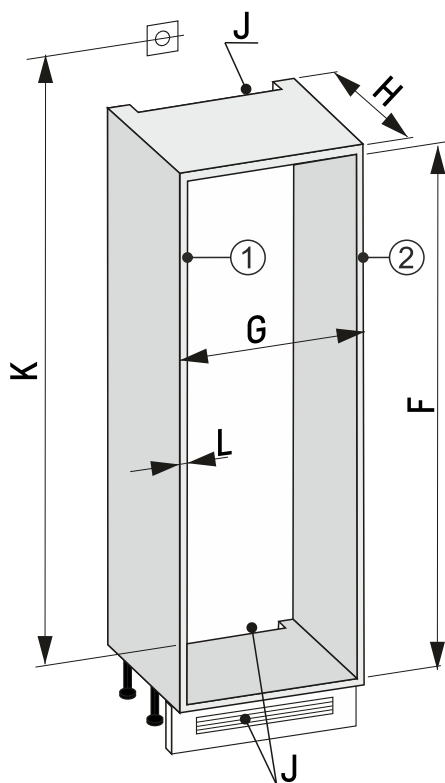

Fig. 86 Udubina od 30"
- Izmjerite debljinu stranice namještaja Fig. 86 (L).